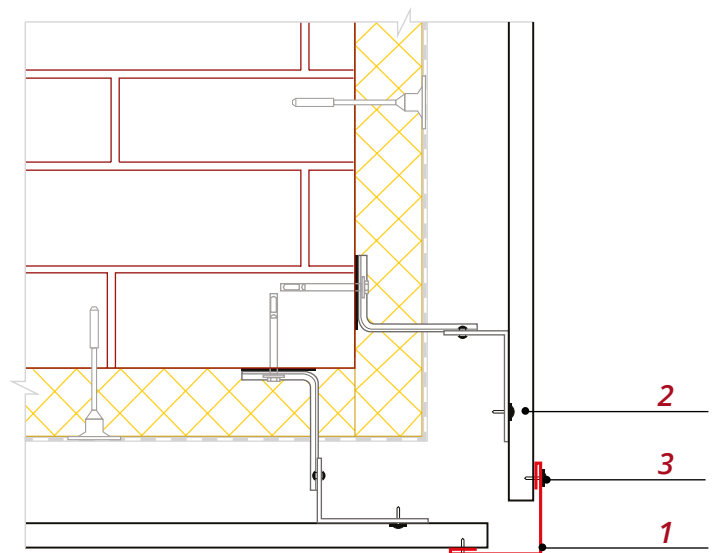

Рис. 7
- Менее эстетичный вариант отделки внешних углов – Планка угла внешнего простая **1**. После монтажа панелей сайдинга **2** закрепите к ним саморезами **3** Планку угла как показано на рис. 7. Минус этого варианта в том, что виден крепеж. Рекомендуется использовать саморезы ПШС с окрашенной головкой, стальные вытяжные заклепки или кровельные саморезы 5.5\*19.